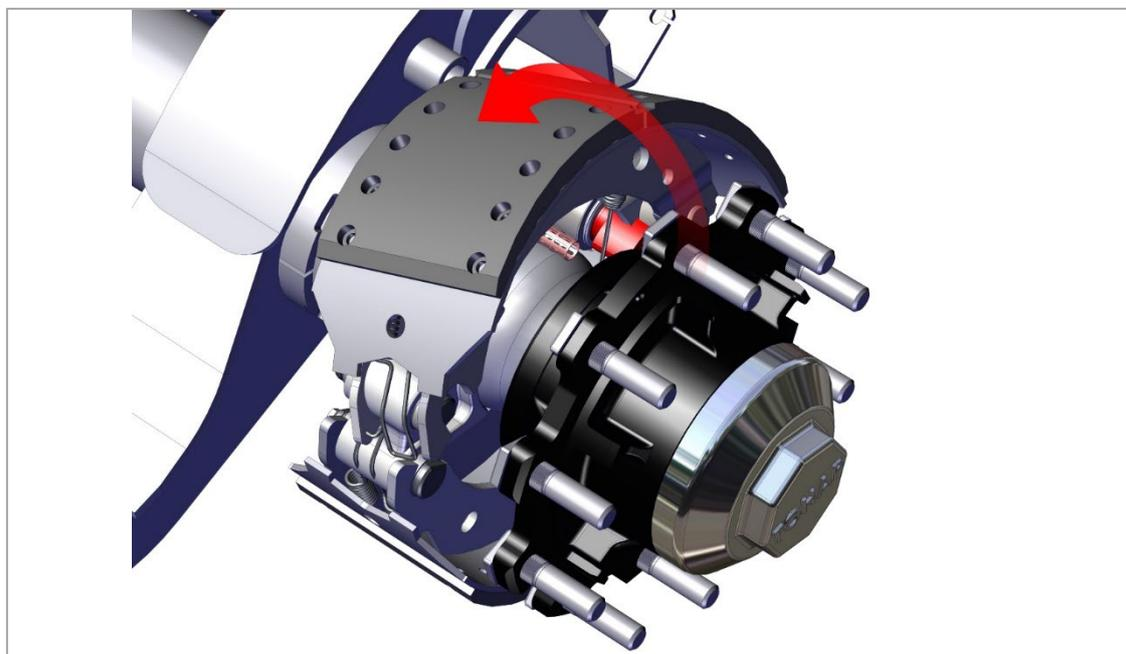

Рис. 33. Снятие тормозной колодки.
4) Наклоните верхнюю тормозную колодку над кулачком и осью моста и снимите её, как показано на рис. 33.